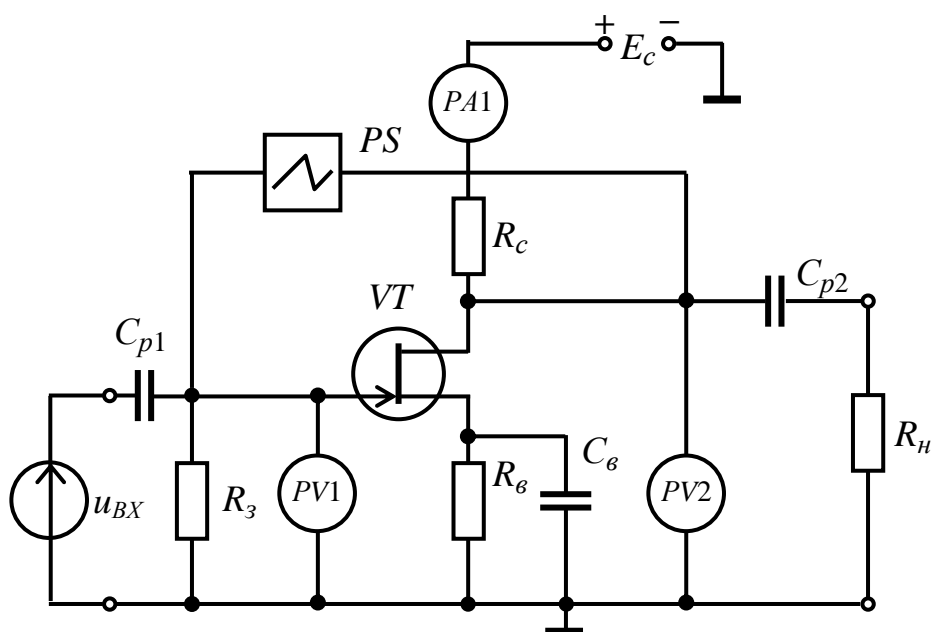

Рисунок 1 – Схема підсилювача на польовому транзисторі, увімкненого за схемою із спільним витоком
- 1.2 Привести схему підсилювального каскаду на польовому транзисторі з керованим  $p-n$  переходом, увімкненого за схемою із спільним витоком (рис. 1). Описати призначення елементів схеми.